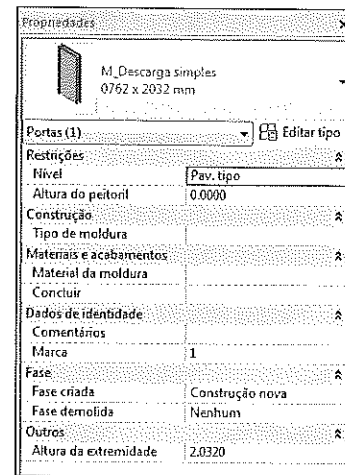

Figura 8.10 – Propriedades da porta selecionada.
- **Propriedades:** selecione a porta e na caixa Propriedades, Figura 8.10, é possível alterar os parâmetros de uma ou de todas as portas selecionadas por meio de **Selecionar todas as instâncias** (clcando no botão direito do mouse). As modificações refletem **somente** nas portas selecionadas, sendo possíveis as seguintes: